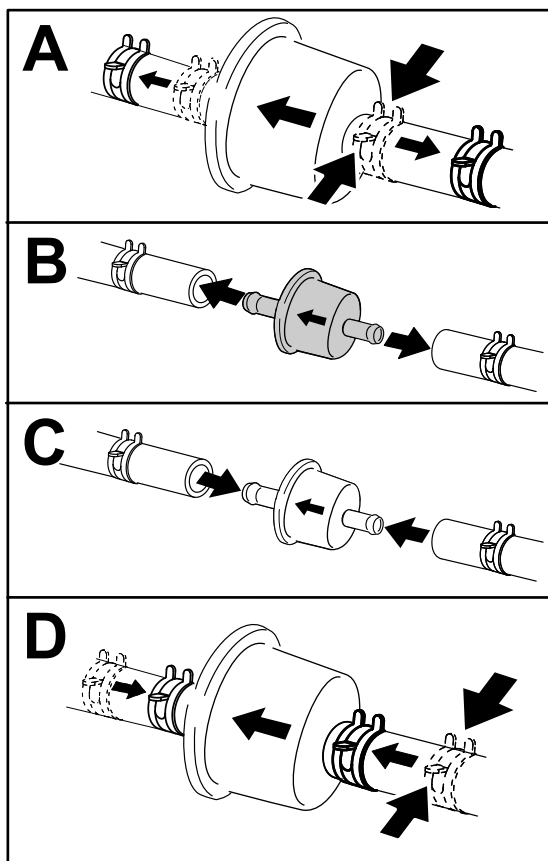

Figure 51
3. Remplacez le filtre à carburant (Figure 51).